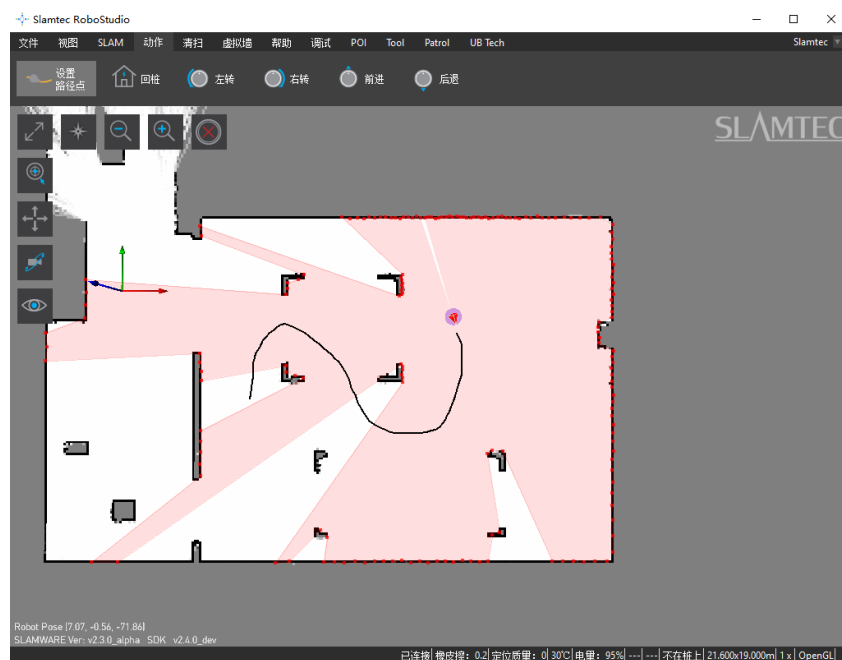

图 2.4.1 设置路径模式
**设置路径点：**在菜单-工具栏区域依次点击“动作-设置路径点”，进入设置路径工作模式，在地图中按下鼠标左键进行拖拽（产生黑色轨迹线，如图 2.4.1 所示），释放后沿轨迹线将产生一系列的目标点，以使机器人沿着轨迹移动。